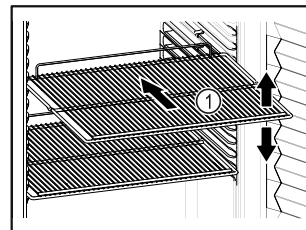

Fig. 75 Voorbeeld
- Indien de legroosters Fig. 75 (1) verplaatsbaar zijn, deze aan de hoogte aanpassen.